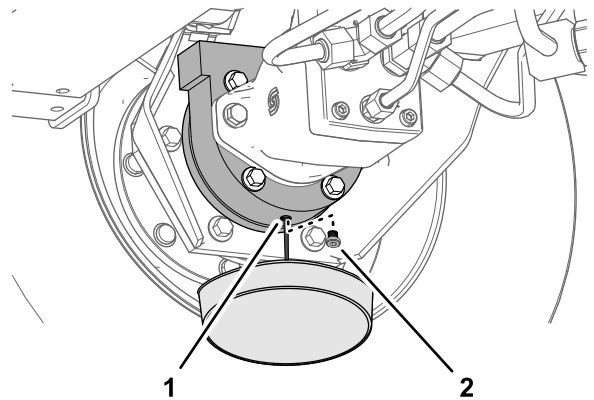

Figure 106
- Placez un bac de vidange sous le carter de frein, enlevez le bouchon de vidange et vidangez toute l'huile (Figure 106).